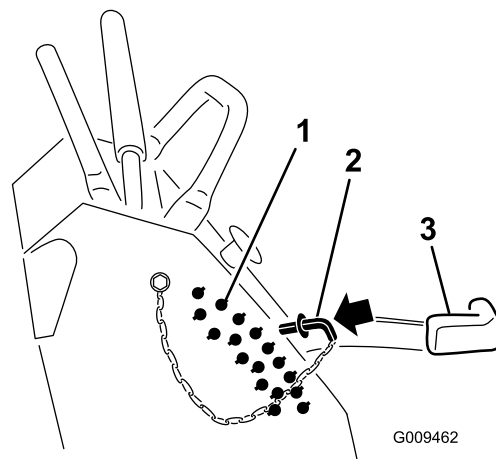

図 27
2. 刈り高ブラケットについている穴から、希望する刈り高に対応する穴を見つけ、その穴にピンを通す（図 27）。
3. 刈り高レバーをピンまで下げる（図 27）。